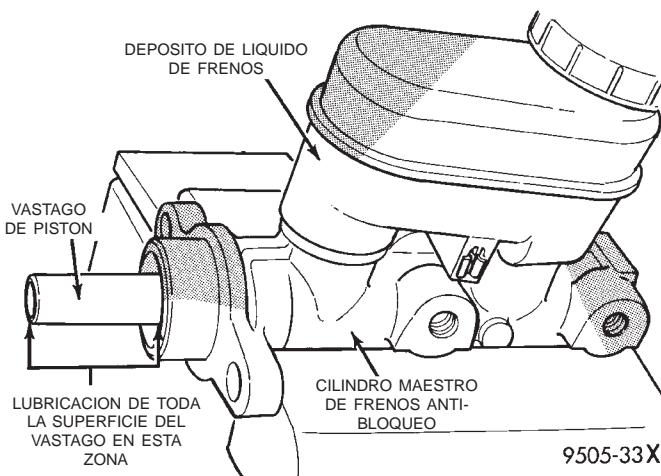

Fig. 28 Lubricación del vástago de pistón del cilindro maestro
(11) Lubrique el vástago de pistón del cilindro maestro del modo indicado en (Fig. 28) usando únicamente **Grasa dieléctrica Mopar**—y **ningún sustituto**. Consulte el catálogo de productos químicos Mopar para obtener el lubricante requerido.